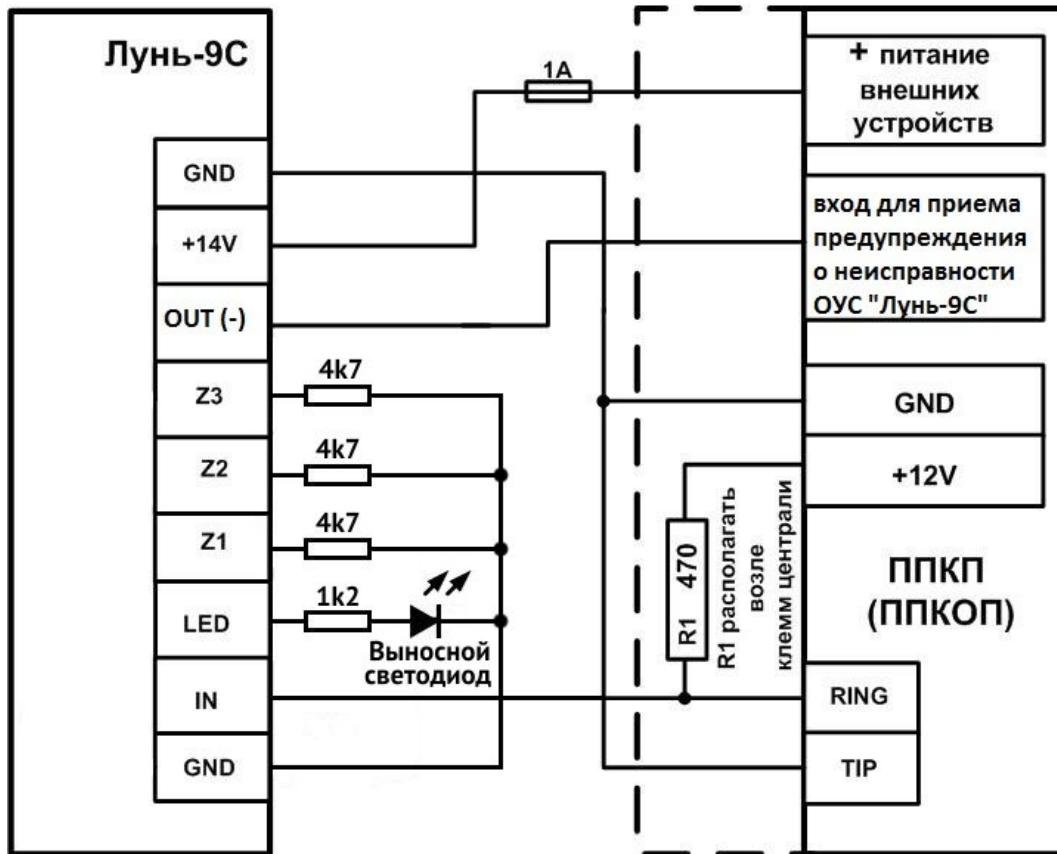

Рисунок 4. Схема подключения изделия к ППКП (ППКОП). Вариант 2
- Произвести оценку уровня сигнала базовой станции на месте установки. Связь должна быть устойчивой, голос при разговоре по телефону должен быть без эха и искажений. Если в месте установки ППКОП уровень сигнала недостаточен, то можно подключить выносную антенну. Для этого необходимо бокорезами перекусить резистор **R52** на плате ППКОП, возле разъема **X1** (рисунок 4). Затем следует подключить выносную антенну к разъему **X1** (тип разъема MMСХ). Выносная антенна (с длиной кабеля 2,5м, 5м, 10м, 15м) поставляется поциальному заказу;